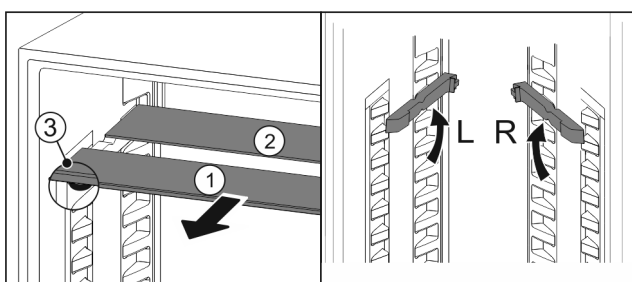

Fig. 52
- ▶ Træk glaspladerne ud enkeltvis fremad Fig. 52 (1).
- ▷ Glaspladen Fig. 52 (1) med pyntelisten ligger foran.
- ▷ Stoppe Fig. 52 (3) peger nedad.